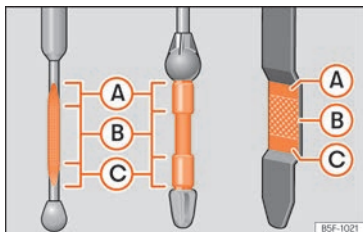

Fig. 310 Varilla de medición del nivel de aceite.
– A continuación, vuelva a extraerla y compruebe el nivel de aceite »» **fig. 310**. En caso necesario, reponga aceite del motor.
Si el nivel de aceite se encuentra por encima de la zona »» fig. 310 (A), no arranque el motor. Puede causar daños en el motor y en el catalizador. Informe a un taller especializado.
El nivel de aceite no deberá estar en ningún caso por encima de la zona »» fig. 310 (A). De no ser así, podría aspirarse aceite por el respiradero del cárter del cigüeñal y llegar a la atmósfera a través del sistema de escape.